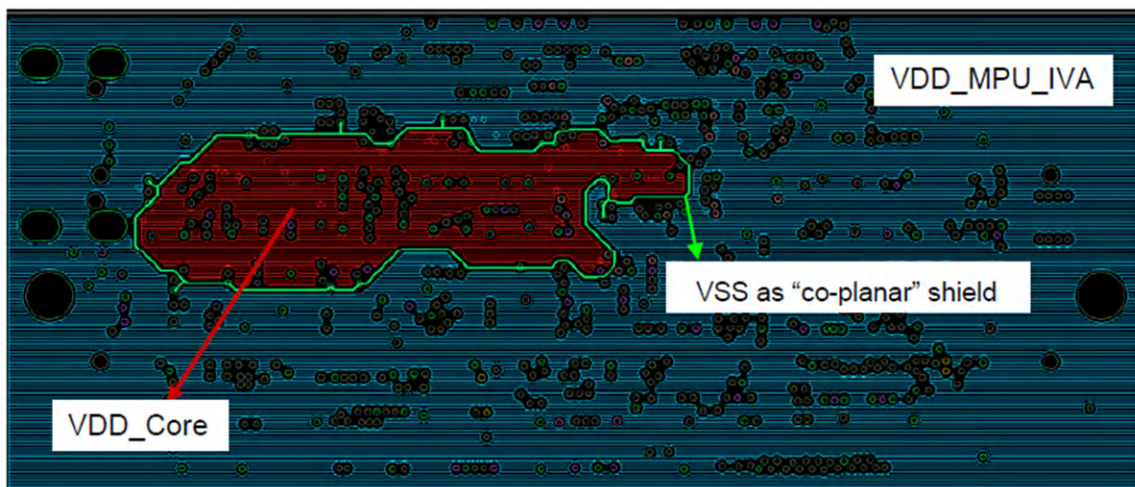

图 3-3. 使用接地保护频带的电源网的“共平面”屏蔽示例
- 尽可能使用“共平面”屏蔽来避免 PCB 上的不同电源网耦合。图 3-3 所示为两个不同电源网 (VDD_MPU_IVA 和 VDD_CORE) 的共平面屏蔽示例。